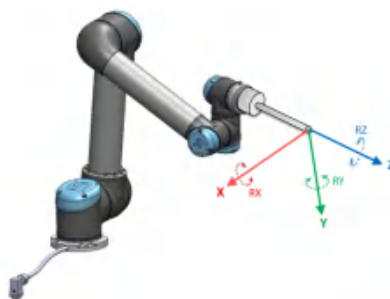

图 16.2: 工具 (TCP) 特征
- 工具特征原点位于当前 **TCP** 的中心（见图 16.2）